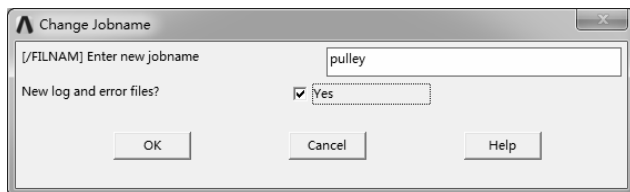

图 7-30 “Change Jobname”对话框
1) 选择“Utility Menu>File>Change Jobname”命令，弹出“Change Jobname”对话框，修改工程名称为“pulley”，如图 7-30 所示。单击“OK”按钮完成修改。